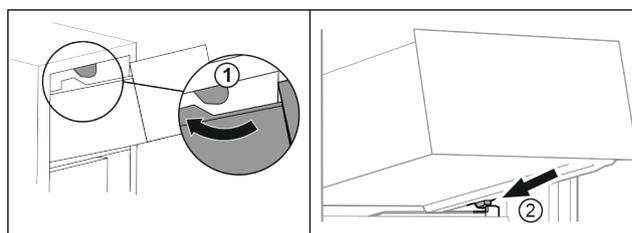

Fig. 16
- ▶ Ved'te zásuvku podél horních zářky Fig. 16 (1).
- ▶ Nasad'te zásuvku šikmo za dolní zářky na žebrování na nádoby Fig. 16 (2).